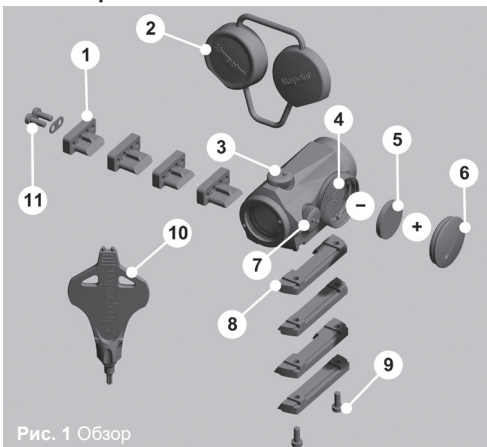

Рис. 1 Обзор
- 2 Установите **батарейку (CR2032)** положительным полюсом (+) к **крышке батарейного отсека**, как показано на рисунке Рис. 1.